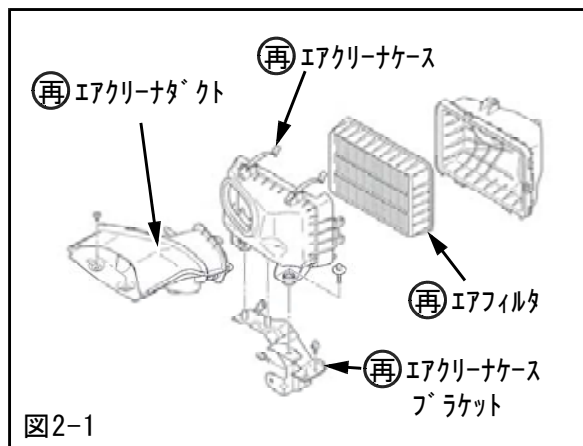

図2-1
- (1) エアクリーナダクト, エアクリーナケース, エアフィルタ, エアクリーナケースステーを取外してください。〈図2-1〉